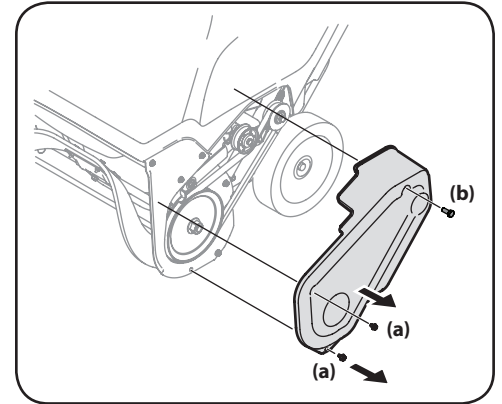

Figura 4-4
- Para sacar la cubierta de la correa saque los dos tornillos de cabeza hexagonal (a) y un tornillo de seguridad hexagonal (b) que la sujetan al bastidor. Consulte Figura 4-4.